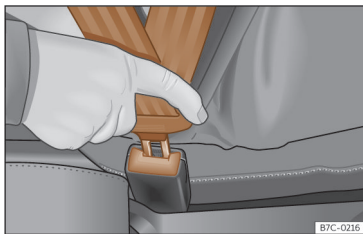

Fig. 19 Insertar la lengüeta del cinturón de seguridad en su cierre.
- Encastre la lengüeta en el cierre del asiento correspondiente >>> **fig. 19.**